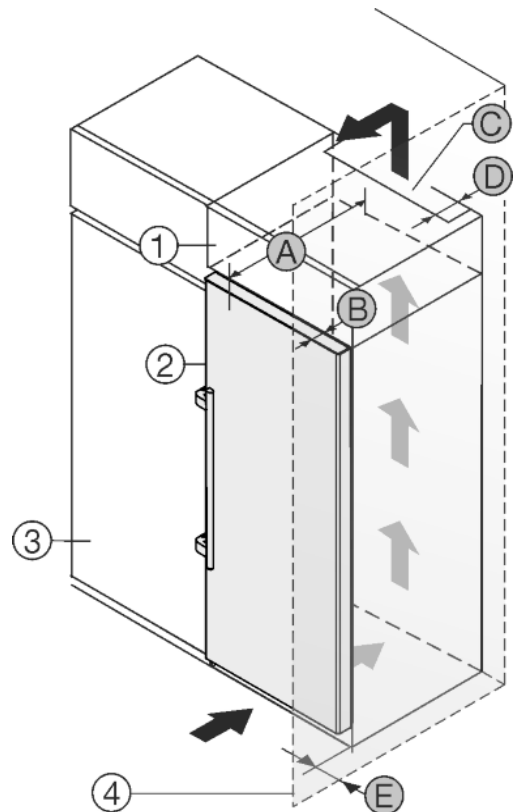

Fig. 22
Пристрій можна комбінувати з кухонними шафами. Для того, щоб пристрій *Fig. 22 (2)* вирівняти по висоті кухонної секції, на пристрій можна встановити антресольну секцію *Fig. 22 (1)*.
Пристрій можна встановлювати безпосередньо поряд з кухонною шафою *Fig. 22 (3)*. Для повного відкриття дверей пристрій повинен виступати на глибину *Fig. 22 (B)* відносно передньої панелі кухонної шафи. Залежно від глибини кухонних шаф та використання пристінних розпірок пристрій можна встановити так, щоб він виступав вперед.
- Задня сторона антресольної шафи повинна мати вентиляційний канал глибиною *Fig. 22 (D)* вздовж всієї ширини шафи.
- Під стелею приміщення слід дотримуватись поперечного перерізу вентиляційного відведення повітря *Fig. 22 (C)*.
Якщо пристрій з шарнірами встановлюється поряд зі стінкою *Fig. 22 (4)*, то між пристроєм та стінкою слід додержуватись відстані *Fig. 22 (E)*. Це відповідає виступу ручки при відкритих дверцятах.